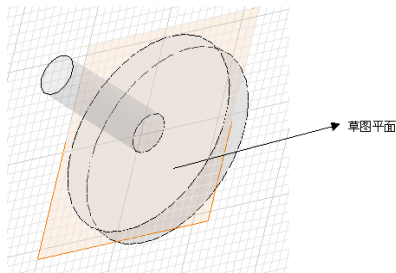

图 4-70 新建草图的平面
(2) 在位创建轴套零件,选择图 4-70 中所示的平面新建草图,选择【投影几何图元】工具将轴的截面投影到当前草图中,然后选择【圆心、半径】工具绘制另外一个圆形以组成轴套的